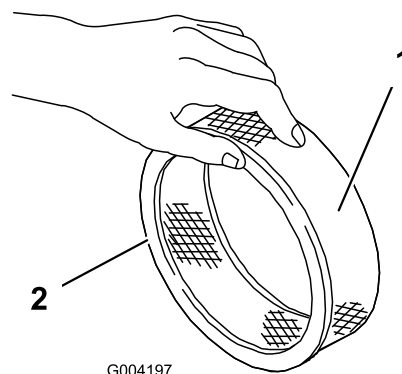

Figura 157
- Controllate che il filtro in carta non sia strappato, che non abbia strati untuosi e che la guarnizione in gomma non sia danneggiata (Figura 157).